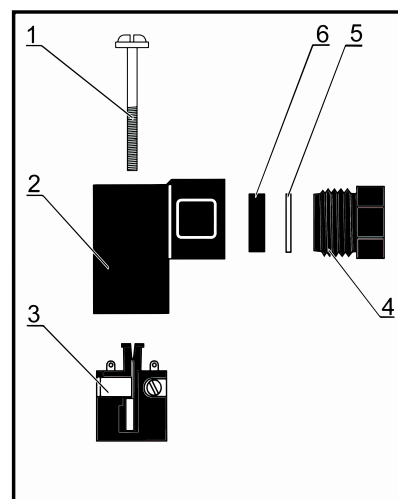

Рисунок 7.2 – Элементы корпуса
5. Из кабельной части соединителя, зацепив за специальный паз в углу контактного поля узкой плоской отверткой, как это показано на рисунке 7.1 вынуть контактодержатель 3 (здесь и далее – см. рисунок 7.2) из корпуса кабельной части соединителя 2.